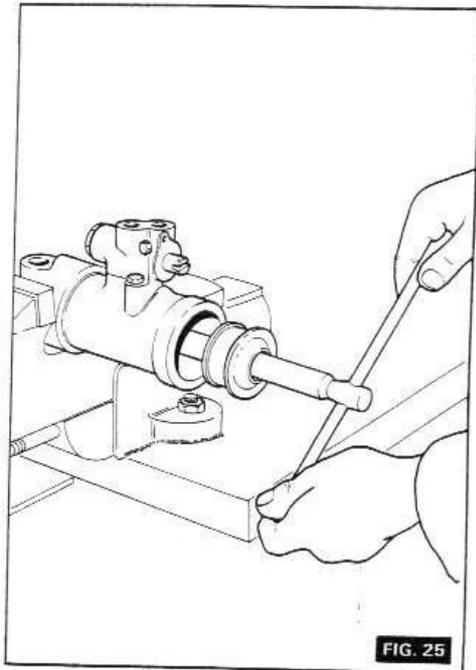

FIG. 25
- 11 - (figure 25) - Sortir l'ensemble tige/piston du corps.